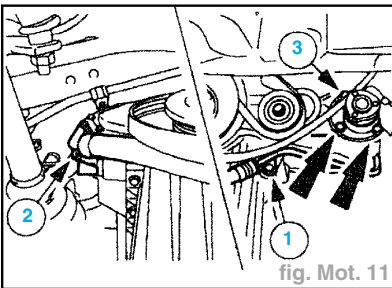
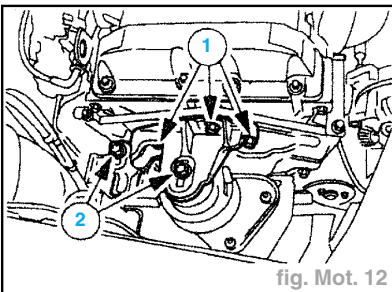
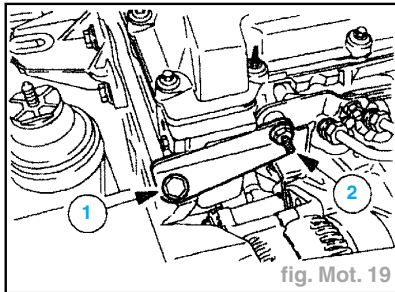

fig. Mot. 11
fig. Mot. 12
fig. Mot. 19
- Déposer la pompe de direction assistée et la suspendre sur le côté (fig. Mot. 11) :
- déposer le support inférieur de la conduite haute pression de direction assistée (1),
- déposer le support supérieur de la conduite haute pression de direction assistée (2),
- Déposer les vis (3).
- Déposer la patte de support moteur avant (fig. Mot. 12) :
- trois vis (1),
- deux écrous (2).
- Poser la patte de support moteur avant (fig. Mot. 12) :
- Serrer les vis et les écrous de la patte de support moteur avant (fig. Mot. 12) :
- deux écrous (2) à **5,4 daN.m**,
- trois vis (1) à **6,1 daN.m**.
- Poser la pompe de direction assistée (fig. Mot. 11) :
- serrer les trois vis (3) à **2,5 daN.m**,
- poser le support supérieur de la conduite haute pression de direction assistée (2) à **3,5 daN.m**,
- poser le support inférieur de la conduite haute pression de direction assistée (1).
- vis (1),
- écrous (2).
- Déposer la patte de support moteur gauche (fig. Mot. 19) :
- écrou (2).